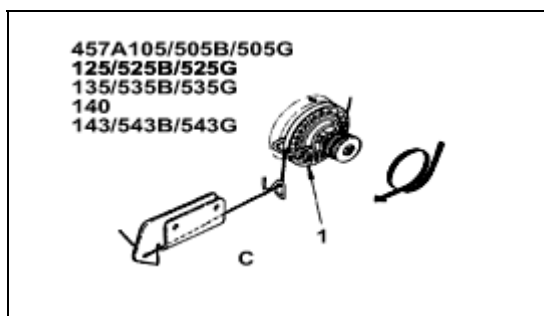
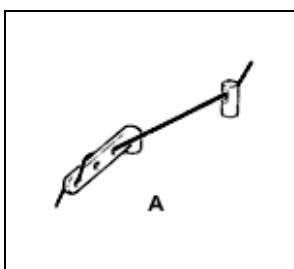
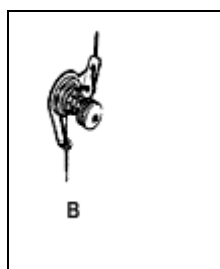
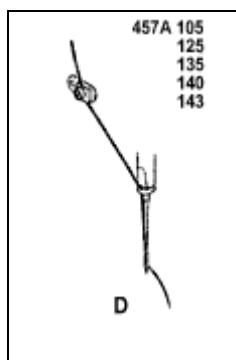

Fig. 12
Fig. 10
Fig. 11
Fig. 14
Passe o fio do desbobinador através dos pontos de passagem A (fig. 10), B (fig. 11), C (figs. 12 e 13) e D (fig. 14, 15 e 16) na ordem indicada.
NOTA: Durante a passagem do fio através do ponto de passagem C (fig. 12 e 13), enrole o fio uma vez em volta da roda tensionadora giratório (1).